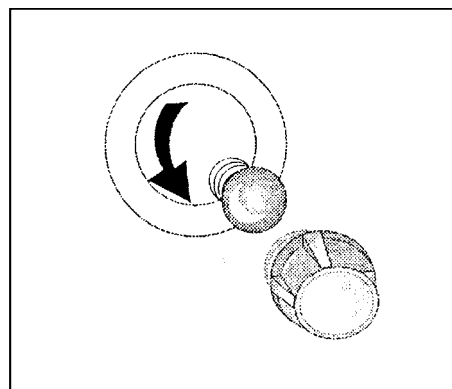

fig. 24
1. Dévissez le capuchon en verre protégeant l'ampoule (fig. 24).